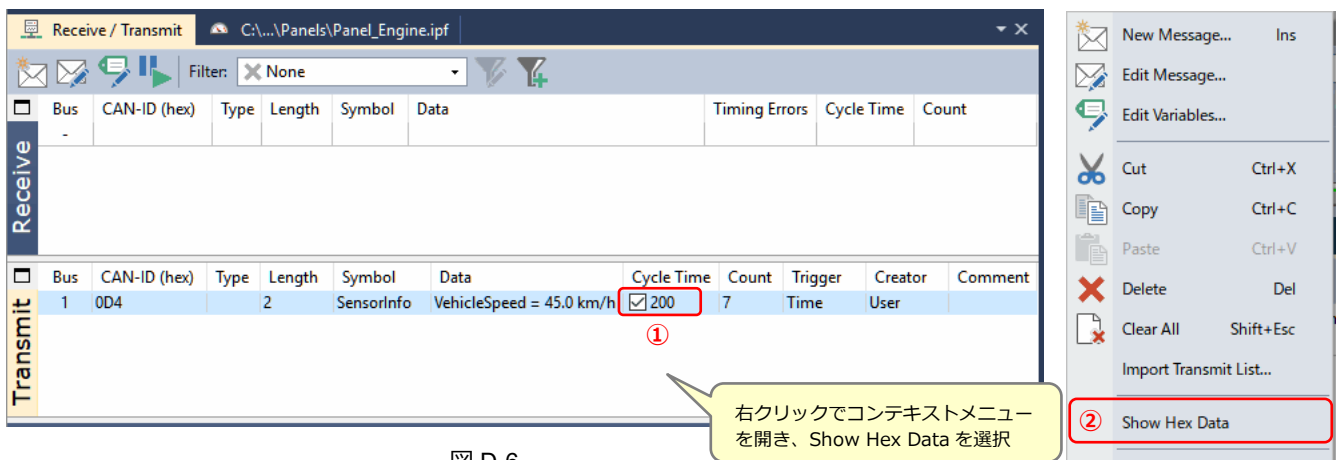

図 D-6
Transmit 欄は、図 D-6 のようになります。
Cycle Time のチェックボックス (図 D-6 ① 参照) にチェックすると周期送信が開始されます。
任意にシングル送信を行うには、Cycle Time のチェックを外し、メッセージを選択した状態でスペースキーを押します。または、CAN-ID の値 (図 D-6 では「0D4」の箇所) をダブルクリックします。
Transmit 欄で右クリックして表示されるコンテキストメニューから Show Hex Data を選択すると (図 D-6 ② 参照)、図 D-7 のように表示されます。VehicleSpeed: 45 km/h は、データ 5A 00 であることが分かります。また、「9.3 シグナル (物理値) 参照」の方法でもデータ参照することができます。